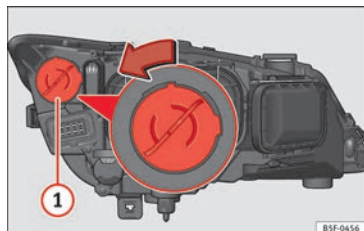

Abb. 105 Tagfahrleuchte.
- Drehen Sie den Lampenträger » **Abb. 105 ①** nach links und ziehen Sie.